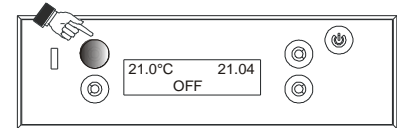

Figura 14 – Función "Limpieza"
- **Active la función "LIMPIEZA"** – con la estufa apagada, pulse durante 2 segundos el botón del panel de mandos mostrado en la figura 14. Este procedimiento activa el ventilador de aspiración de los humos al máximo, para expulsar todo el hollín que agitamos durante la limpieza del intercambiador.
- **Desactive la función "LIMPIEZA"** volviendo a pulsar el botón del panel de mandos mostrado en la figura 14.